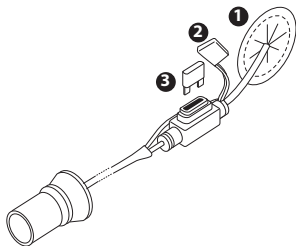

Figure 2 : Remplacement du fusible de la batterie
2. Retirez le porte-fusible. Référez-vous à la figure 2.